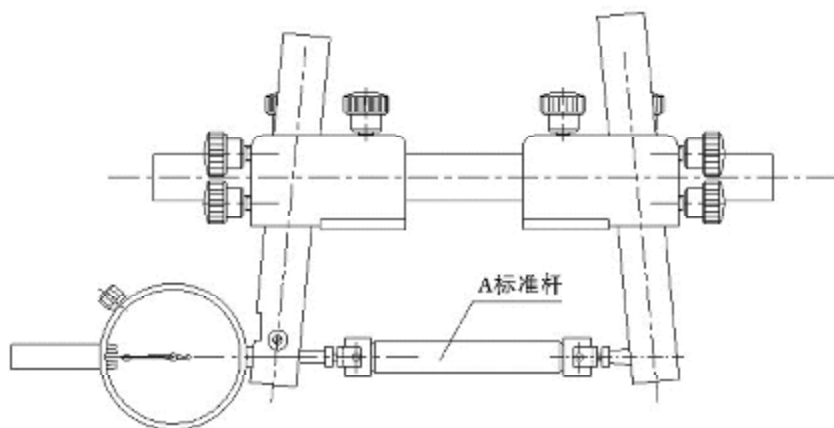

图 5
5. 松开导轨块1上方的锁紧螺钉10，将A标准杆置于两测量头7之间，滑动导轨块1，使两测量头7的工作面和A标准杆的端面紧密贴合，同时使指示表5的测杆有适当的压缩量，锁紧锁紧螺钉10，转动表圈使刻度盘零线和指针重合，锁紧表圈。取下A标准杆放回包装盒。如图5所示。